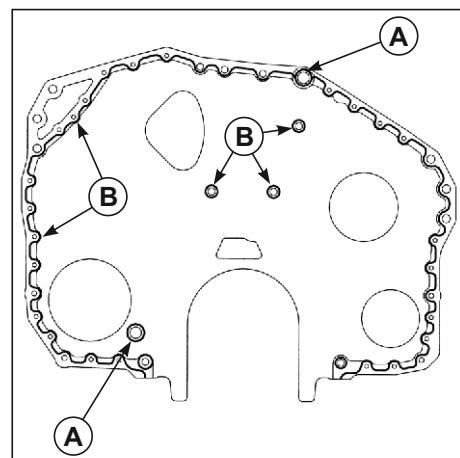
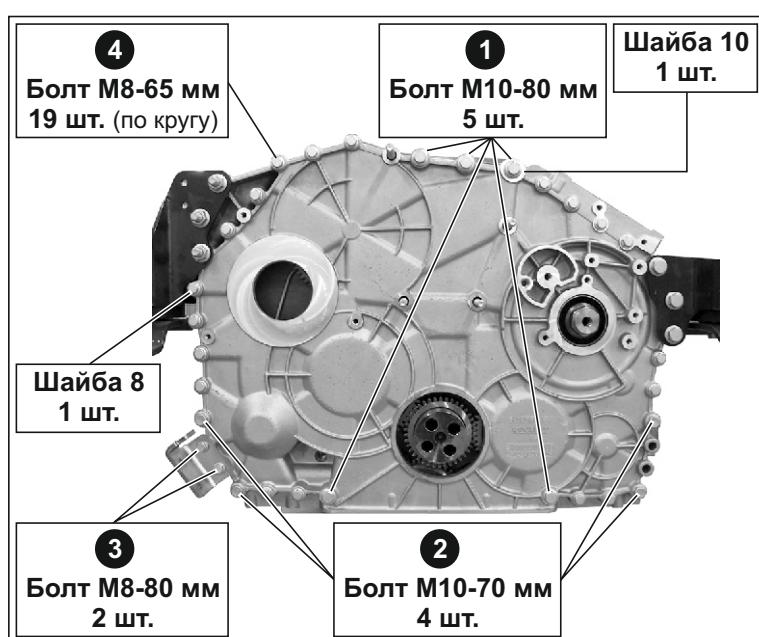

Рис. 115. Установка крышки передней.
Рис. 116. Порядок затяжки крышки передней.
1. Нанести герметик "Силикон CAF 44" (B) или Локтайт-5910 на поверхность листа торцевого под крышку переднюю (см. Рис.115).
2. Установить направляющие втулки (A).
6. Ввернуть в отверстия крышки передней болты крепления и затянуть в порядке, указанном на Рис. 116 следующим моментом: